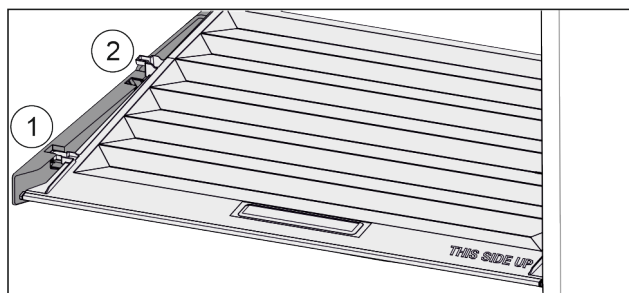

Fig. 54
- ▶ Dra locket framåt Fig. 54 (1) till öppningen i fästdelarna.
- ▶ Lyft det baktill underifrån och ta ut Fig. 54 (2) det uppåt.